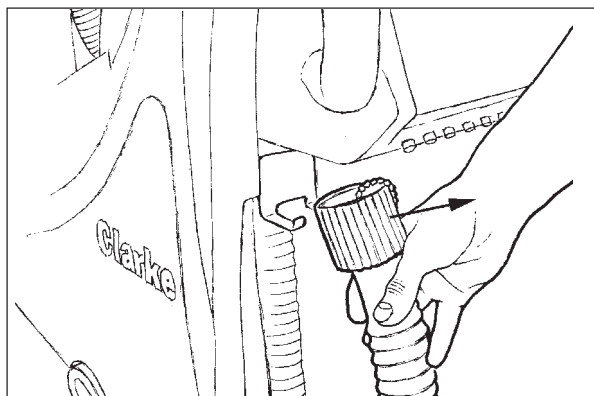

Abb. 8
4. Lösen Sie das Ablassschlauchventil des Schmutzwassertanks aus seiner Halterung und legen Sie das lose Ende auf den Boden (siehe Abb. 8.)